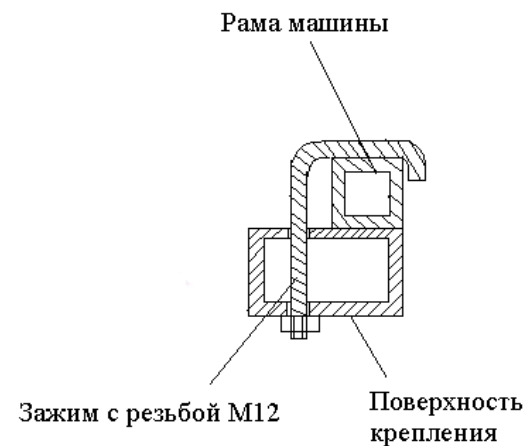

Рис.9 Установка рамы машины на горизонтальную поверхность
6.4.2 Разместите собранную машину на ровную горизонтальную поверхность. Установите зажим с резьбой М12 (6 шт. в местах указанных на раме машины) и закрепите гайкой М12.019, шайбами.(см. рис. 9).